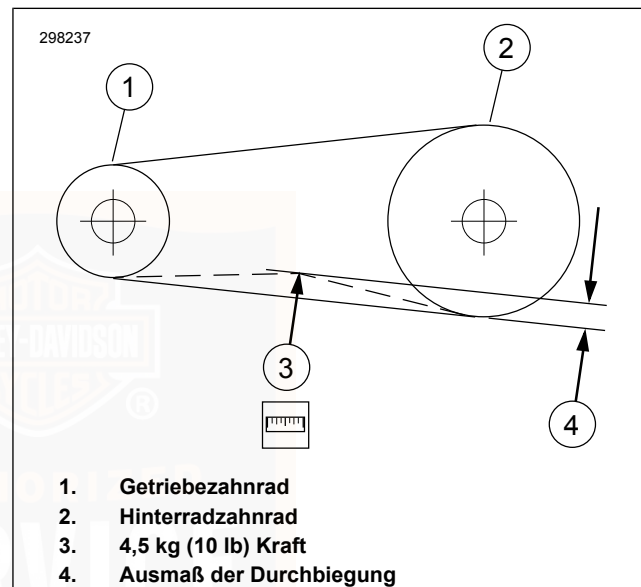

Abbildung 32. Riemendurchbiegung überprüfen
- b. **Alle anderen Modelle:** Siehe Abbildung 32. Bei stillgehaltenem Messgerät Riemendurchbiegung (4) messen.